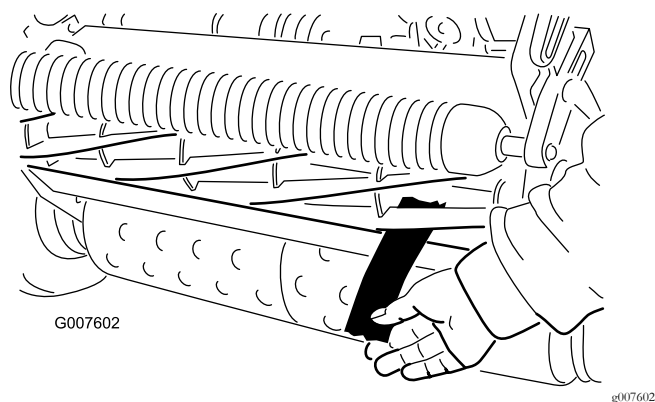

Figure 47
12. Contrôlez la performance de coupe en insérant une longue bande de papier de performance de coupe entre le cylindre et la contre-lame, perpendiculairement à la contre-lame (Figure 47). Faites tourner lentement le cylindre en avant ; il devrait couper le papier.